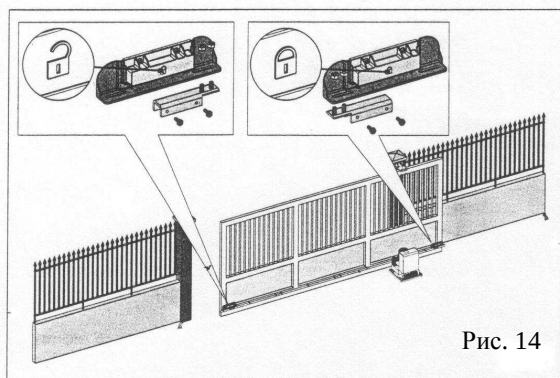

Рис. 14
Привод оборудован герконовыми концевыми выключателями. Движение ворот прекращается когда магнит, закрепленный сверху зубчатой рейки, размыкает геркон на приводе. Магнит устанавливается на зубчатой рейке в определенном положении в соответствии со своей полярностью рис. 14. Для отключения привода в положении Открыто установите на рейку магнит с символом открытого замка, для положения Закрыто – с символом закрытого замка. При этом, каждый из магнитов будет включать только “свой” геркон на блоке управления.
- Расположите и смонтируйте два магнита, как показано на рис. 14